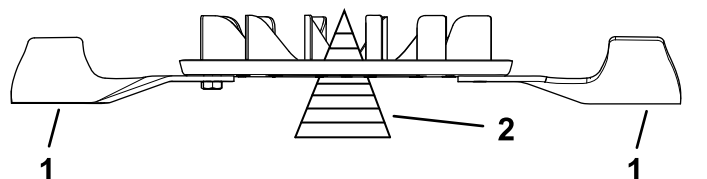

図 109
2. ブレードバランサーを使ってバランスを調べる 図 109。